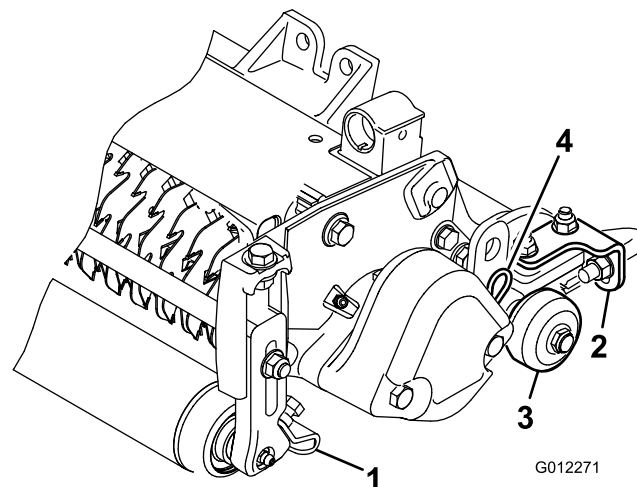

Figura 6
- Desaperte as porcas flangeadas que fixam os raspadores do rolo (Figura 6).
Antes de as unidades de corte vertical serem baixadas até ao chão ou retiradas da unidade de tração, baixe os rolos de transporte (Figura 6) para proteger as lâminas do contacto com a superfície dura.